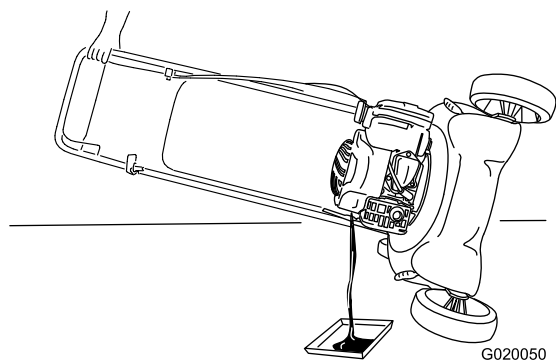

Рисунок 21
4. Для слива отработанного масла через маслозаливную горловину переверните машину набок (чтобы воздушный фильтр был сверху) (Рисунок 21).